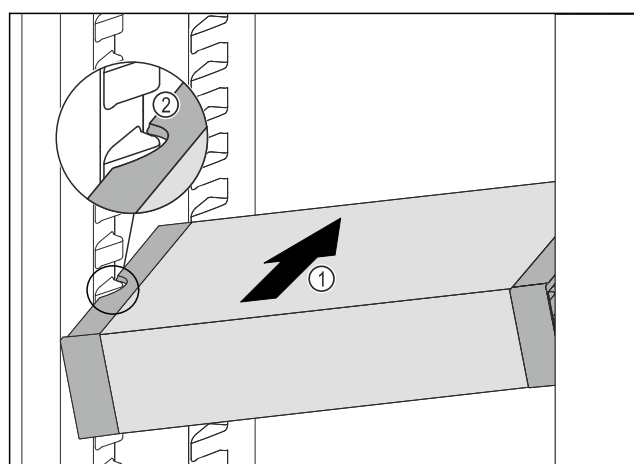

Fig. 84
- ▶ VarioSafe wsunąć ukośnie do chłodziarki Fig. 84 (1), aż boczne wycięcia Fig. 84 (2) VarioSafe będą się znajdować na wysokości żeber pojemnika w chłodziarce.